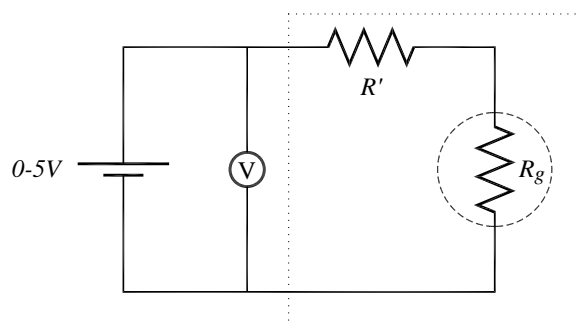

Figura 6 – Circuito para calibração do voltímetro construído.
a) Utilizando o valor de R_G , calcule o valor da resistência R' que deve ser adicionada em série ao galvanômetro para transformá-lo em um voltímetro com fundo de escala de 5 V, como mostrado na figura 6. Calcule as características deste voltímetro (fundo de escala e resistência interna). Monte este voltímetro e conecte dois cabos em seus terminais para realização das medidas.